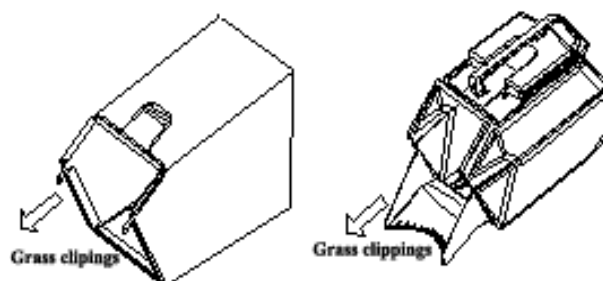

Fig. 15
SVUOTARE IL RACCOGLIERBA (Fig. 15)
- Afferrare la maniglia superiore e scuotere il raccoglierba per far fuoriuscire l'erba tagliata (vedi Fig.15).